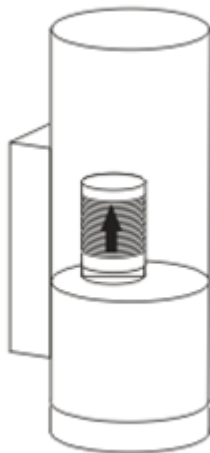

Рис.3
4. Присоедините очистную трубу к одностороннему клапану, и расширьте до нужной высоты – см рис. 3.